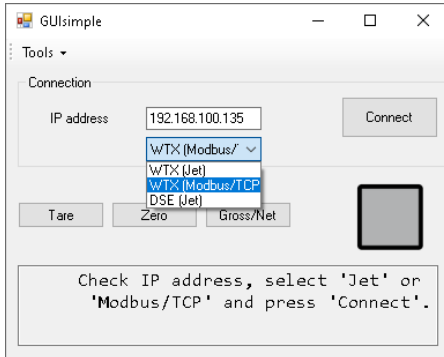

Abb. 6.5 Startparameter eingeben
- Geben Sie die IP-Adresse des Wägeterminals und den Verbindungstyp an (Abb. 6.5).